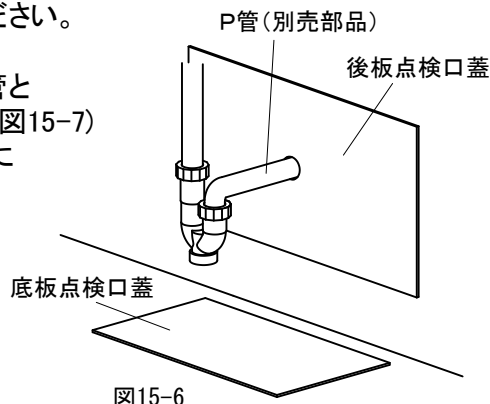

図15-6
- ①後板点検口蓋にあげた穴にP管を通してください。(図15-6)